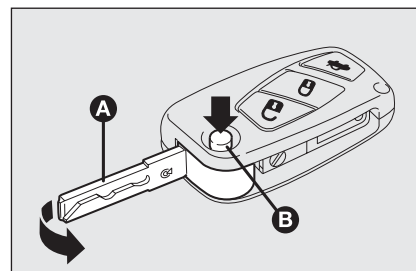

fig. 11
## CHIAVE PRINCIPALE CON TELECOMANDO fig. 11
Il pulsante **B**-fig. 11 consente l'apertura della parte metallica **A**.
*Premere il pulsante B-fig. 11 solo quando la chiave si trova lontano dal corpo, in particolare dagli occhi e da oggetti deteriorabili (ad esempio gli abiti). Non lasciare la chiave incustodita per evitare che qualcuno, specialmente i bambini, possa maneggiarla e premere inavvertitamente il pulsante.*